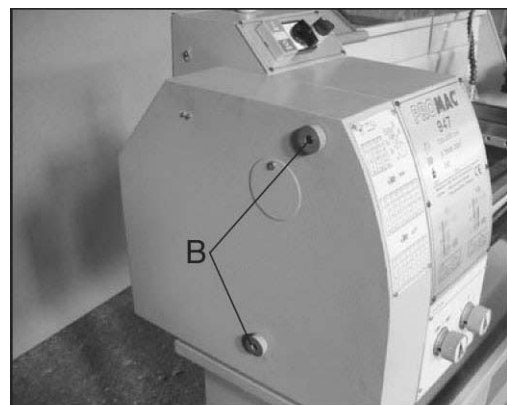

Fig. 19
Spindeldrehzahl Einstellung (Fig. 19 + 20)
1. Die Drehknöpfe (Fig. 19, B) entfernen und die Abdeckung entfernen.
2. Die Mutter (C) des Riemenspanners (D) lösen, so dass der Keilriemen (E) entspannt ist.